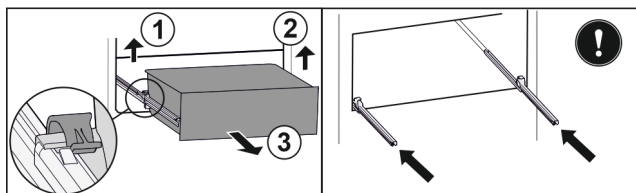

Fig. 210
- Sollevare il morsetto sinistro e allo stesso tempo tirare in avanti il cassetto sinistro. Fig. 210 (1)
- Sollevare il morsetto destro e allo stesso tempo tirare in avanti il cassetto destro. Fig. 210 (2)
- Rimuovere il cassetto tirandolo in avanti. Fig. 210 (3)